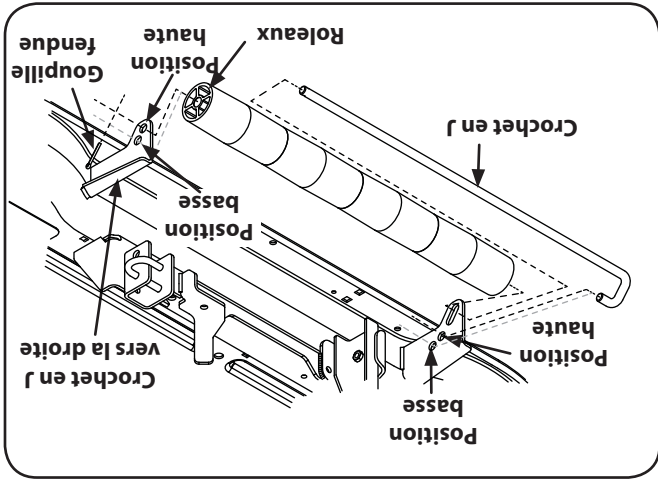

Figure 6-7
1. Dégagez la goupille fendue sur le côté droit de l'arbre des rouleaux. Voir la Figure 6-7.
2. Glissez le crochet en J vers la gauche et dégagez le rouleau de l'arbre quand l'arbre est complètement hors de son support gauche. Voir la figure 6-7.